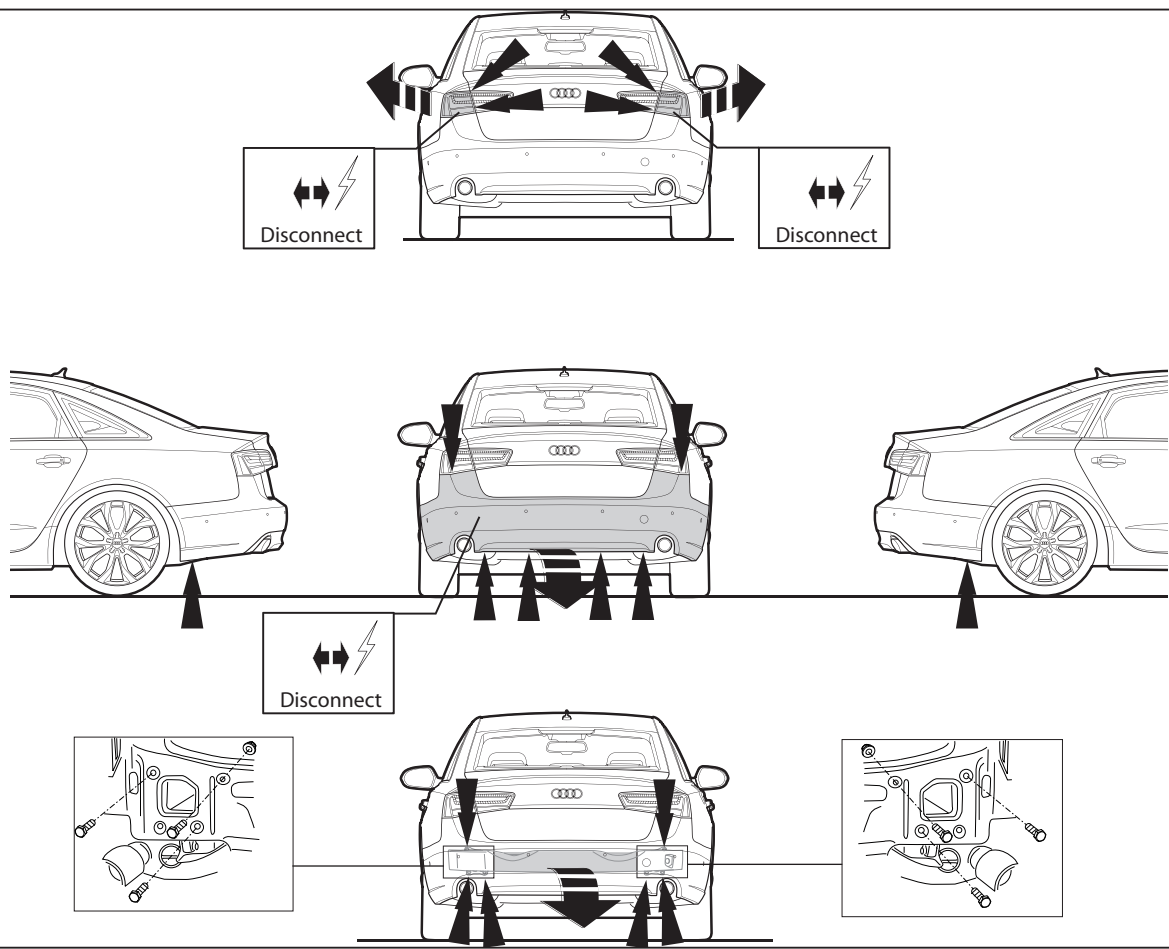

Fig. 1
1. Снять оба блока задних фар. Снять бампер вместе со стальным буферным брусом автомобиля; буферный брус больше не понадобится. Поставить болты на место. См. рисунок 1.